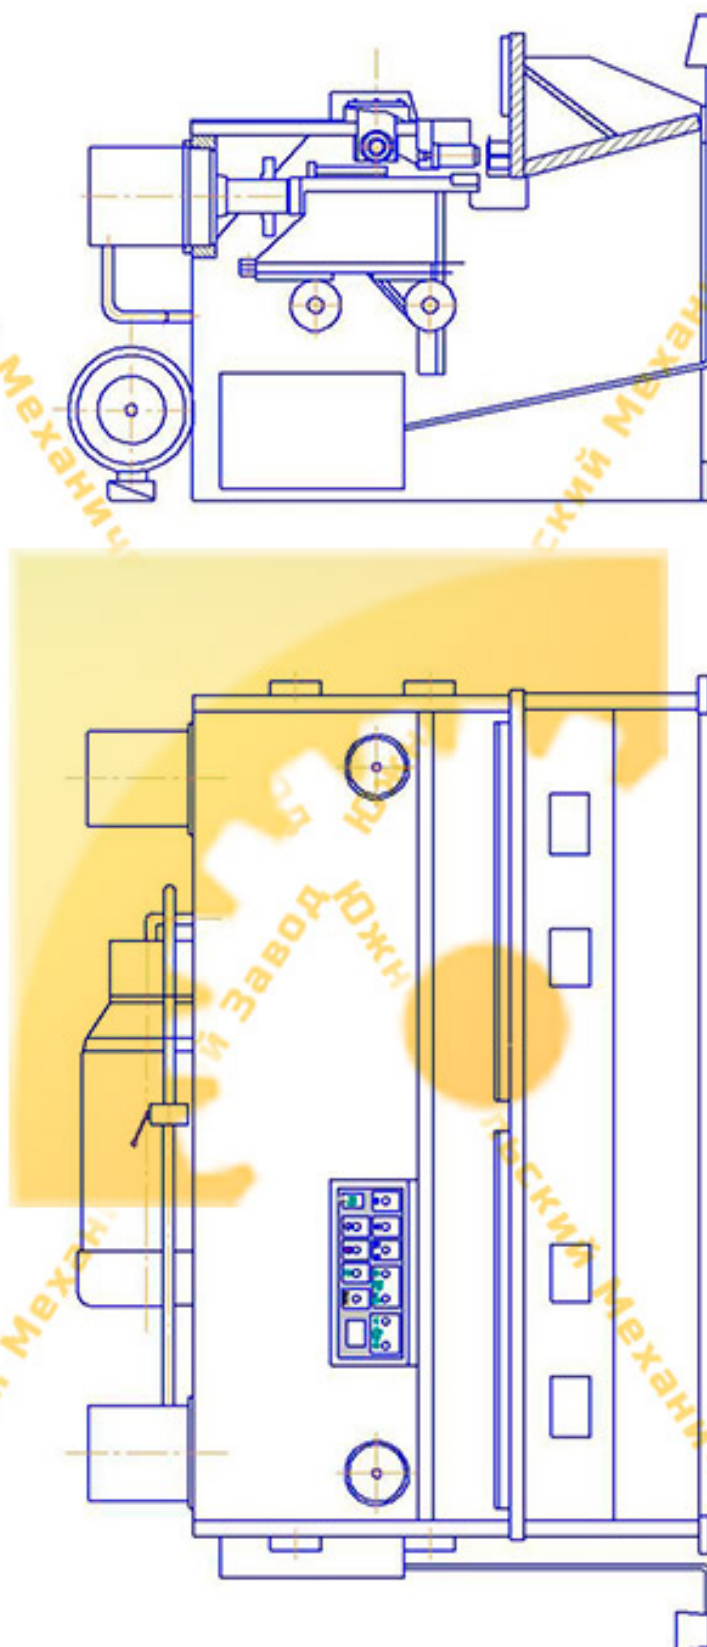

Рис. 1 Общий вид.
Ножницы гидравлические листовые с наклонным ножом модели (рис.1) предназначены для резки листового материала с $\sigma \leq 50$ кгс/мм².
1.1. Общий вид (Рис. 1).